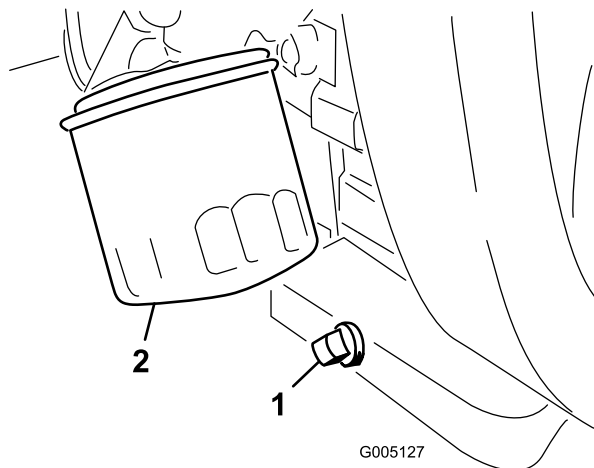

図 45
1. ドレン・プラグ (図 45) を外してオイルを容器に受ける。オイルが抜けたらドレン・プラグを取り付ける。
2. オイルフィルタ (図 45) を外す。新しいフィルタのガスケットに薄くエンジン・オイルを塗る。